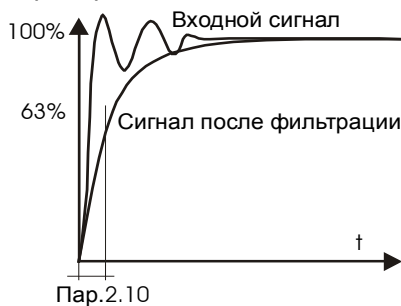

Рис. 7.8 Фильтрация сигнала с аналоговых входов.
- „СТ/СТОП ЛП” [„ST/STOP LP”] ВхЦ1 [WeC1] служит для подачи команды „СТАРТ/СТОП” [„START/STOP”] ВхЦ2 [WeC2] для изменения направления (Рис.7.8 а);
- „СТ_Л СТ_П” [„ST_L ST_P”], ВхЦ1 [WeC1] – СТАРТ ВЛЕВО, ВхЦ2 [WeC2] – СТАРТ ВПРАВО (Рис.7.8 б);
- „СТ-ИМ СТОП” [„ST-IM STOP”] ВхЦ1 [WeC1] - ЗАПУСК ИМПУЛЬСОМ / ВхЦ2 [WeC2] - СТОП (Рис. 7.8 в);
- „СТ-ИМ Л/П” [„ST-IM L/P”] ВхЦ1 [WeC1] - ЗАПУСК ИМПУЛЬСОМ / ВхЦ2 [WeC2] - СТОП, ВхЦ3 [WeC3]- выбор направления (Рис.7.8. г)